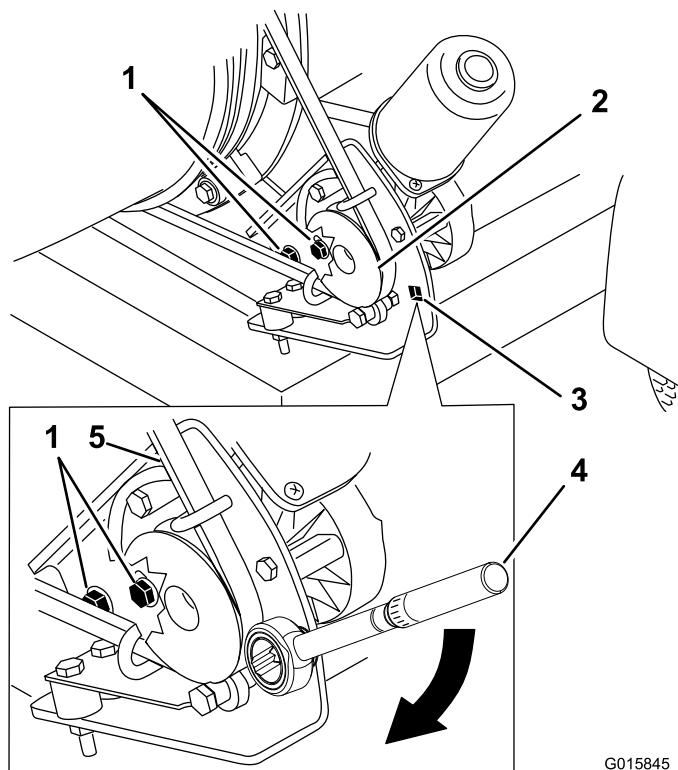

Figure 31
1. Desserrez les boulons qui fixent le support de la poulie au châssis du souffleur (Figure 31).
2. Placez une clé dynamométrique dans le support de poulie (Figure 31).
- Faites pivoter le support de poulie et éloignez-le de l'embout jusqu'à ce que la clé dynamométrique indique 22,6 à 26 Nm (Figure 31).